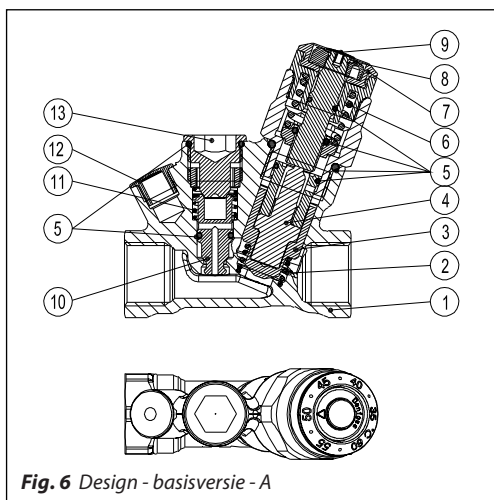

Fig. 6 Design - basisversie - A
De MTCV - is een thermostatisch, zelf-werkende, proportionele regelafsluiter. Een thermo-element (fig. 6 elem. 4) wordt geplaatst in de klepkegel (fig. 6 elem. 3) om te reageren op temperatuurwijzigingen.
Een veiligheidsveer (fig. 6 elem. 6) beschermt het thermo-element tegen beschadiging door het water wanneer de watertemperatuur het setpoint overschrijdt.
Na het verwijderen van de plug van de desinfectieplug (fig. 6 elem. 13)-(dit kan worden gedaan tijdens werkcondities, onder druk) kan de thermostatische desinfectiemodule worden gemonteerd (fig. 9 elem. 17).
- 1-13 Zoals omschreven in fig. 6.
Na het verwijderen van de desinfectieplug (fig. 6 elem. 13) kunnen de adapter (fig. 12 elem. 21) en de thermo-aandrijving TWA worden gemonteerd.